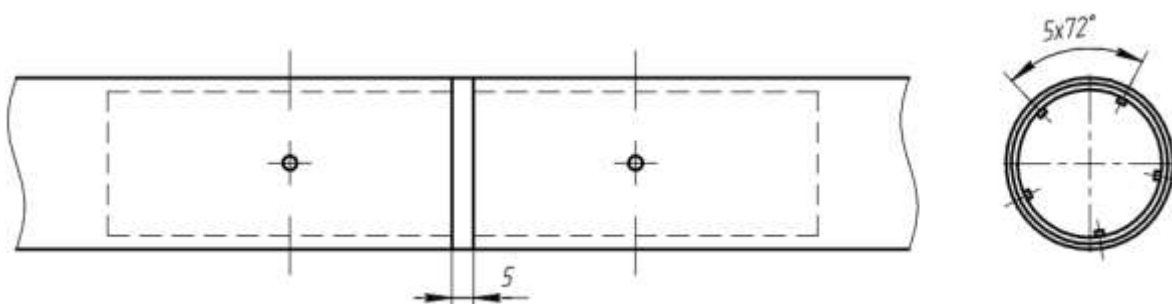

Рис. 3 – Схема соединения валов
2. Непосредственно перед местом монтажа, на полу, размотать и отделить полотно от всех частей вала. Согласно схеме, изображенной на рис. 3, соединить части вала через прилагаемые соединители (валы должны стыковаться друг к другу, зазор между валами может составлять 5 мм максимум) и заклепать 5-ю заклепками; после чего смотать полотно. Перехлест полотен в местах соединения валов при этом должен составлять 60 мм.